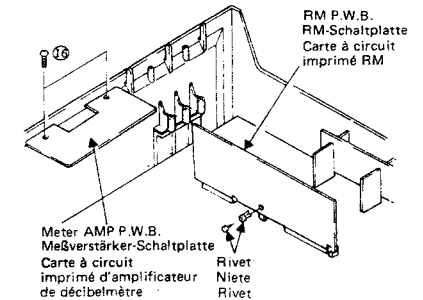

Fig. 6 Abb. 6
- Meter AMP P.W.B. (Fig. 6)**
- RM P.W.B. (Fig. 6)**
- Meßverstärker-Schaltplatte (Abb. 6)**
- RM-Schaltplatte (Abb. 6)**
- (6) **Carte à circuit imprimé d'amplificateur de décibel-mètre (Fig. 6)**
- (7) **Carte à circuit imprimé RM (Fig. 6)**